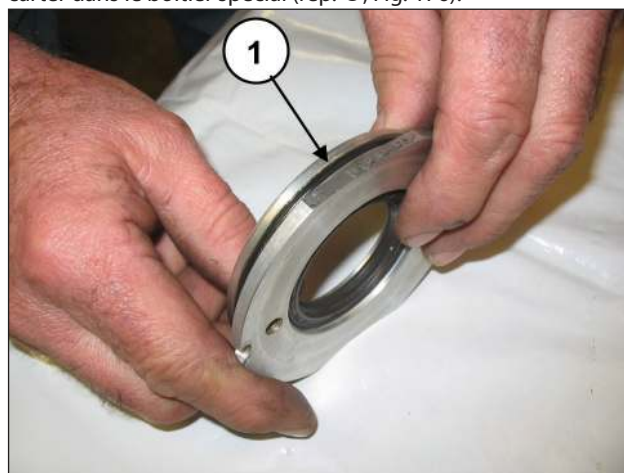
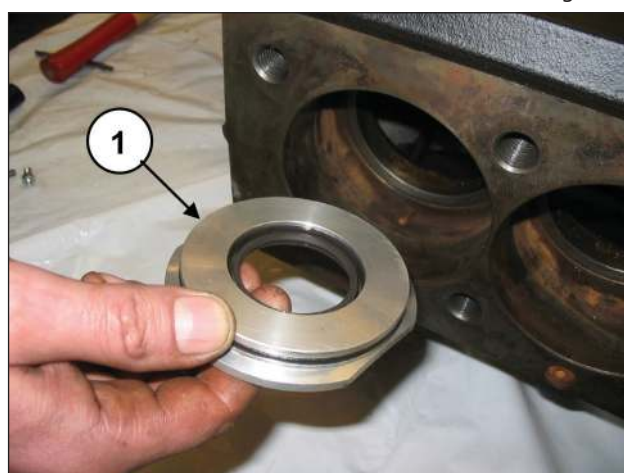

Fig. 175
Fig. 176
Positionner le joint torique (rep. ②, Fig. 175) dans le logement du carter d'huile et installer le groupe monté à l'intérieur du carter dans le boîtier spécial (rep. ①, Fig. 176).